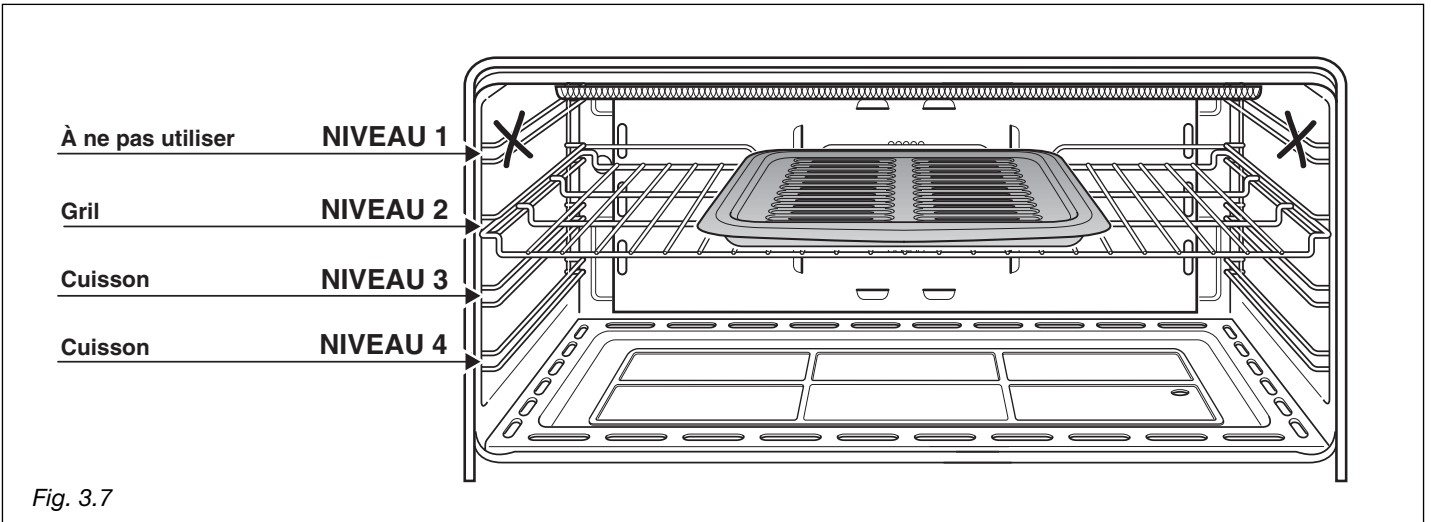
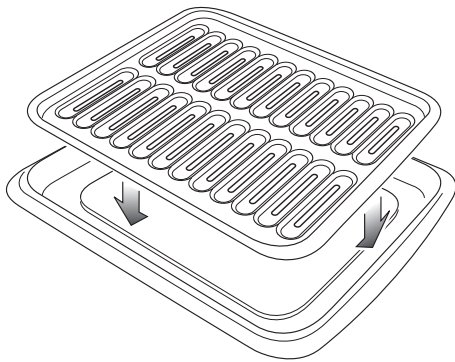

Fig. 3.7
Fig. 3.8
- Placez la grille sur le deuxième support à partir du haut (fig. 3.7).
- Déposez la lèche-frite dans le four (fig. 3.8). La lèche-frite doit être placée sur la grille et centrée avec le brûleur du grill (fig. 3.7).